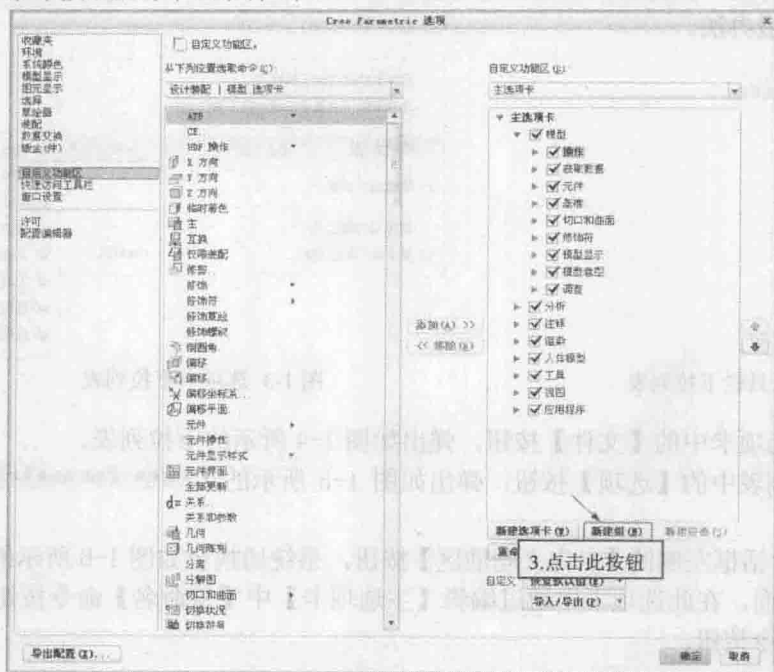
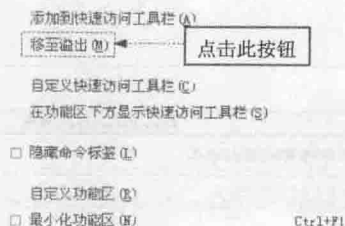
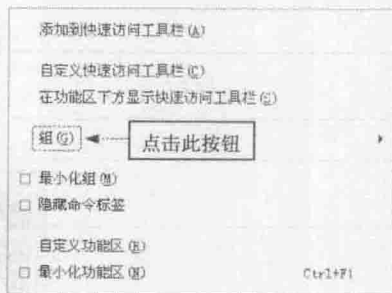

图 1-6 自定义功能区选项卡
图 1-7 快捷菜单
图 1-8 快捷菜单
(3) 点击对话框左侧的【自定义功能区】按钮，系统切换至如图 1-6 所示的【自定义功能区】选项卡页面，在此选项卡中通过编辑【主选项卡】中【重命名】命令按钮，可以修改工具栏中各个命令按钮。
组可以控制工具栏中各按钮的显示状态，在如图 1-6 所示的【自定义功能区】选项卡页面中通过单击【新建组】可以控制【组】的显示状态，在工具栏中任一命令按钮上右击鼠标，弹出如图 1-7 所示的快捷菜单，点击【移至溢出】按钮，便可把这—命令按钮放置到组中；反之，在组中某一命令按钮上右击鼠标，弹出如图 1-8 所示的快捷菜单，点击【组】按钮便